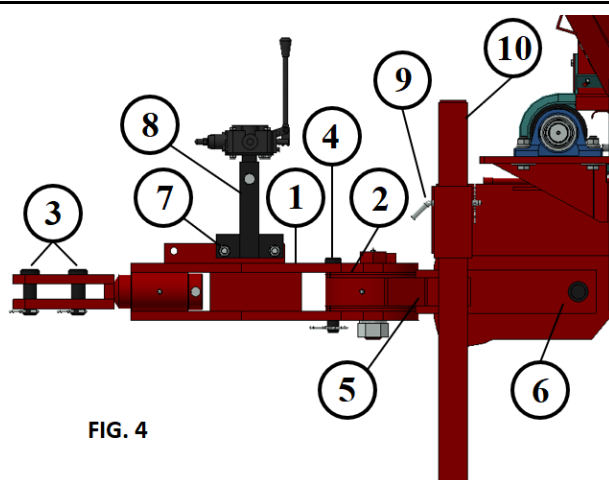

FIG. 4
Una vez enganchada la maquina (utilizando los Bulones (3), EN ENGANCHE STANDARD, Fig. 4) comprobamos que la situación de la Lanza (1) en su enclavamiento con el Bulón (5) permite el ángulo de incidencia adecuado para la penetración al suelo del elemento Localizador. Si se precisa corregir dicho ángulo, posicionar la Lanza (1) con el Bulón (5), mas alto o más bajo si se quiere aumentar o disminuir dicho ángulo de incidencia. Si se utiliza en la posición de Enganche articulado, hay que suprimir el Bulón (4), para que la articulación de la Lanza se realice en el Nudo (2). En esta posición, se consigue que las ruedas de la Maquina pisen prácticamente por donde lo han hecho las del tractor consiguiendo así una óptima maniobrabilidad y mínimo radio de giro. Es muy importante mantener siempre ajustados (sin holguras) los Bulones que componen el conjunto del enganche para evitar la inestabilidad lateral en el momento de las maniobras y los "bandazos" al circular.